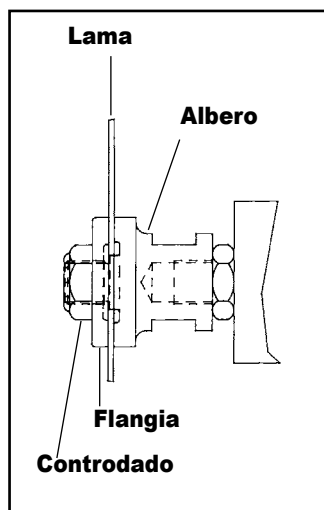

FIG. 2
- a. Albero standard: installare la lama sulla spalla dell'albero di diametro 5/8 (Fig. 2). Installare la flangia con il lato scaricato verso la lama e stringere il controddado. Tenendo una chiave (fornita) sulle parti piatte dell'albero da 7/8, stringere il controddado dell'albero. La lama deve posizionarsi completamente sulla spalla dell'albero ed essere allineata con la superficie dell'albero.
Particolare della **flangia** dalla Fig. 2 e 3 sulla destra.